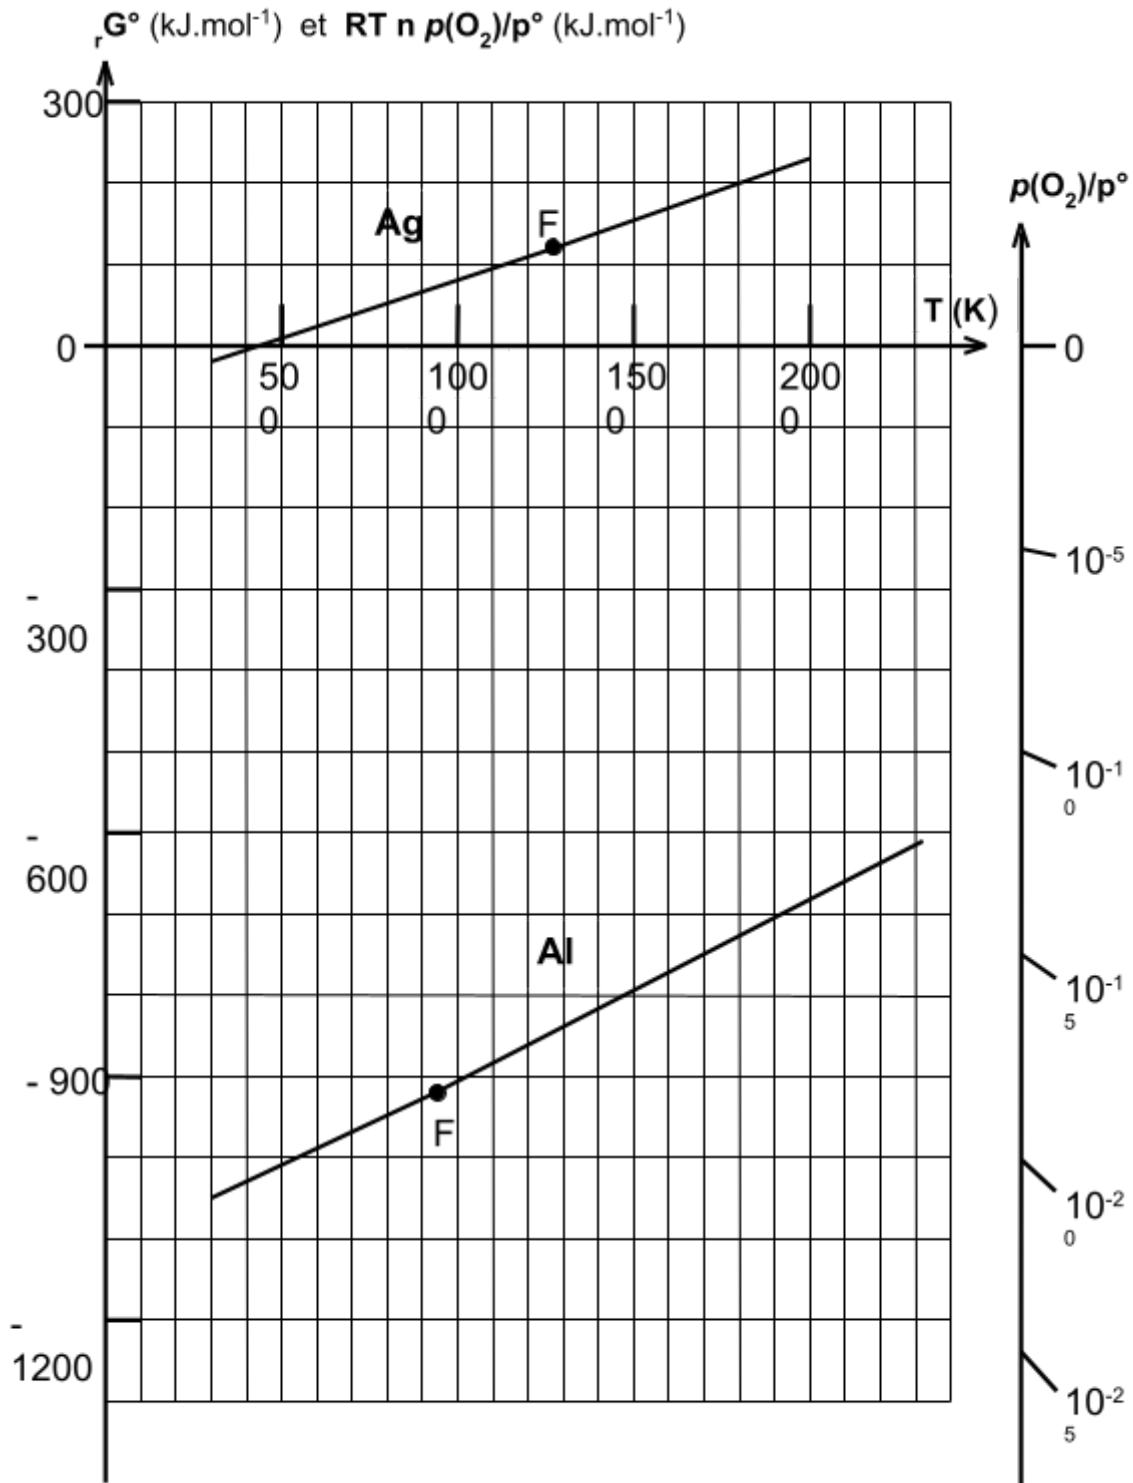

Figure 1.
- ☐ *le document-réponse (figure 1) devra être rendu avec la copie, après avoir été complété.*
Le tracé des diagrammes d'Ellingham de l'argent et de l'aluminium (pour une mole de dioxygène) est reproduit sur la figure 1.
Tracer sur le document-réponse (où la figure 1 a été reproduite) le diagramme correspondant au nickel sur cet intervalle de température.
- A7.** Evaluer, en utilisant la figure 1 et en reportant les éventuels tracés sur le document-réponse :